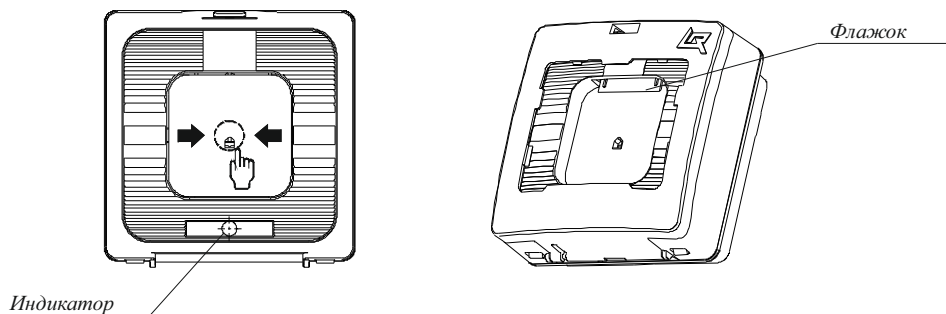

Рисунок 1
- б) нажатие на приводной элемент (кнопку) (рисунок 1, раздел 4).
4.1 УДП представляет собой адресное устройство, формирующее сообщение о событии при нажатии на кнопку. Выпадающий цветной флажок является визуальным подтверждением нажатого состояния кнопки УДП (рисунок 1).
7.2 Для контроля связи УДП с прибором необходимо нажать с помощью штыря диаметром 0,8 мм (например, с помощью разогнутой канцелярской скрепки) на кнопку ТЕСТ (рисунок 1) и контролировать: